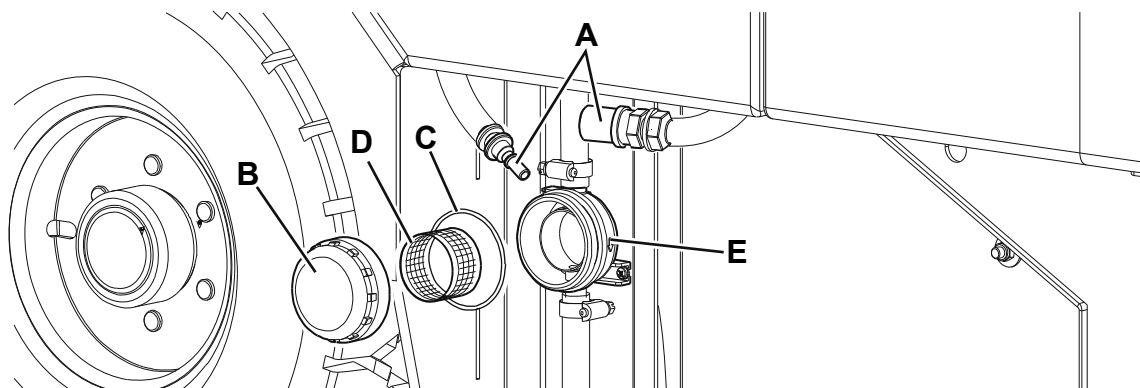

Figure 7
1. Amener la machine sur un sol plat, activer le frein de stationnement et tourner la clé de contact (64) sur "O".
2. Dégager le raccord rapide (A, Fig. 7) du réservoir.
3. Démonter le panneau gauche (2) pour rejoindre le filtre à eau (30).
4. Enlever le couvercle transparent (B) avec le joint (C), puis enlever le filet filtrant (D). Les nettoyer et les reposer dans le support (E).